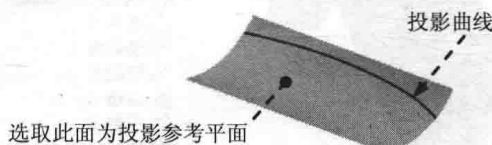

图 1.5 投影曲线 1
Step4. 创建图 1.5 所示的投影曲线 1。
(2) 选择命令。单击 **模型** 功能选项卡 **编辑** 区域中的 **投影** 按钮。
(3) 定义参考。选取图 1.5 所示的面为投影面, 采用系统默认方向。
(4) 单击 **✓** 按钮, 完成投影曲线 1 的创建。